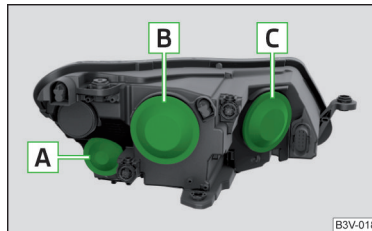

Fig. 261
Disponerea becurilor cu incandescentă » fig. 261
- › Scoateți căpăcelul de protecție **B**, respectiv **C** » fig. 261 la pagina 220.
- › Introduceți căpăcelul de protecție **B**, respectiv **C** » fig. 261 la pagina 220.
- › Scoateți capăcelul de protecție **A** » fig. 261 la pagina 220.
- › Așezați capăcelul de protecție **A** » fig. 261 la pagina 220.